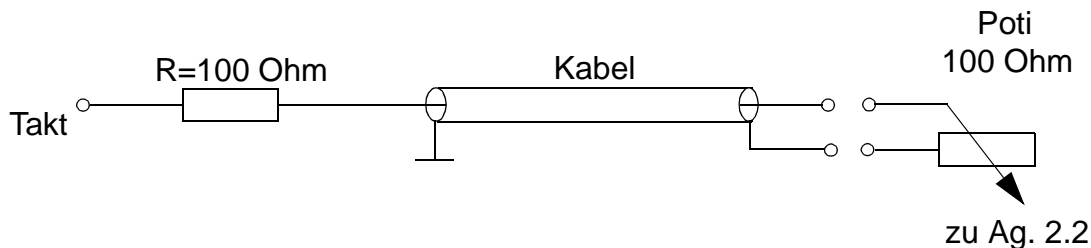

Abbildung 3: Aufbau mit Koaxialkabel
2. Vermessen Sie nun das an ihrem Platz vorhandene Koaxialkabel von 10m Länge. Das Kabel ist an beiden Enden mit Stiften versehen, sodass Sie es gut ins Protoboard stecken können. Verbiegen Sie nicht diese Stifte, sie können abbrechen. Der mittlere Stift ist jeweils mit dem Mittelleiter verbunden, die beiden äußeren mit der Ummantelung. Speisen Sie das Kabel aus dem Pufferverstärker mit einem Zwischenwiderstand $R=100\text{Ohm}$ gemäß Abbildung 3.
- 2.2. Schließen Sie nun das Kabel mit dem Trimpotentiometer von 100 Ohm ab, wie in Abb. 3 angedeutet. Das Poti ist so auf einem 8-poligen Sockel befestigt, dass Sie es direkt vor dem Ende des Kabels ohne weitere Verbindungsleitungen ins Protoboard stecken können. Gleichen Sie das Poti so ab, dass Sie am Eingang des Kabels ein möglichst perfektes Rechtecksignal messen können.